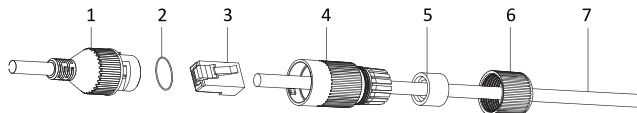

Figure 6 : Montage de la gaine étanche du connecteur LAN
4. Insérer le câble dans la base de montage et visser à l'aide des deux vis fournies. En cas d'utilisation d'un passe-câble sur le câble, l'insérer au préalable, puis passer le câble de données au travers. Faire glisser la gaine du connecteur, le manchon d'étanchéité et le contre-écrou sur le câble, voir la figure 6. Enfin, prendre un outil de sertissage et presser le connecteur RJ-45 sur le câble de données.
6. Brancher le connecteur RJ-45 à la caméra. Fixer le raccord avec la gaine étanche à l'aide d'un dispositif de fermeture à baïonnette (fourni dans le pack d'accessoires) et serrer l'écrou de blocage, voir la figure 6. Si le routeur ou le commutateur le plus proche ne prennent pas en charge la fonction PoE (alimentation par Ethernet), connecter la caméra via le connecteur d'alimentation à une alimentation externe 12 V CC / 500 mA.